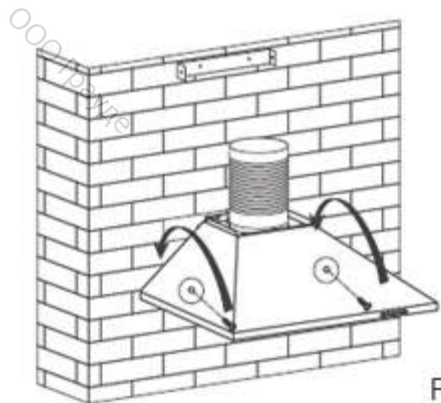

Рис. 5
7. Подвесьте прибор на крюке и зафиксируйте с помощью 2 предохранительных винтов (4мм x 30мм). См. рис. 5.